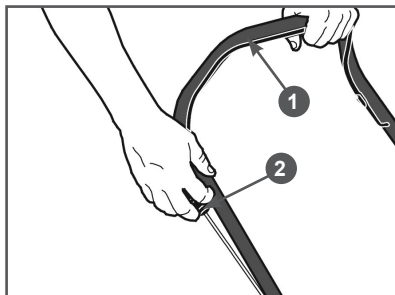

Рис. 14 Запуск двигателя
2. Встаньте позади газонокосилки.левой рукой нажмите на рычаг 1 остановки двигателя и удерживайте его, а правой рукой возьмите ручку 2 стартера (Рис. 14).
2. Отпустите рычаг 1 остановки двигателя (Рис. 14).